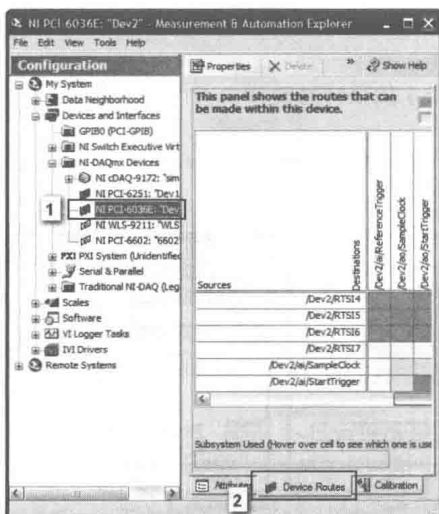

图 16-76 NI 的路由表
- step 2** 在 MAX 主窗口的底部选择“Device Routes”。图 16-76 显示的就是完成以上步骤后应该看到的界面。